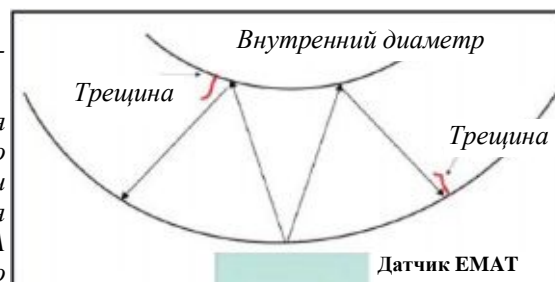

Рис. 1: Детектирование продольных трещин
- Полно объемная дефектоскопия трубы (т. е. верхней и нижней поверхностей и стенок) достигается с помощью ультразвуковых поперечных волн, направленных под углом (см. рис. 1).